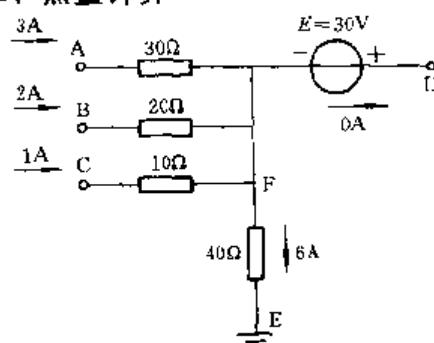

图 1-2
6. 图 1-2 中各电阻的数值以及电流的大小和方向皆标注在图中，若 $\varphi_E = 0 \text{ V}$ ，试求 U_{AE} 、 U_{BE} 、 U_{CE} 、 U_{AD} 、 U_{BD} 、 U_{CD} 各为多少伏?